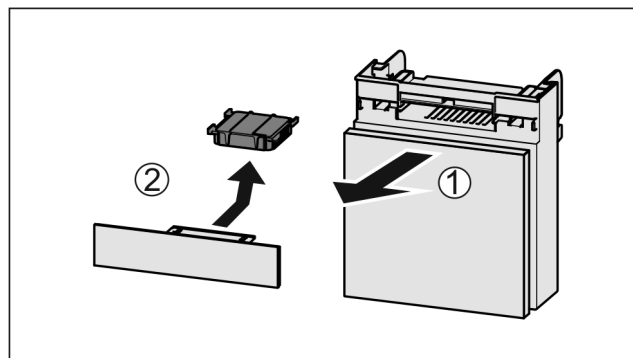

Fig. 34
- ▶ Extrageți Fig. 34 (1) compartimentul către înainte.
- ▶ Scoateți Fig. 34 (2) filtrul de cărbune activ.